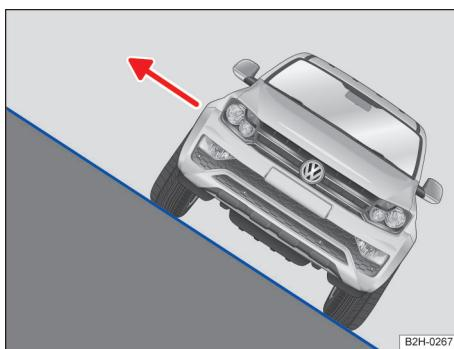

Fig. 110 Representação esquemática: desembarcar do lado do veículo voltado para cima da ladeira.
- Se o veículo parar com uma grande inclinação lateral na ladeira, uma pessoa jamais deve desembarcar do veículo pelas portas que estão voltadas ladeira abaixo. Isso podeoccasionar um deslocamento lateral do centro de gravidade total. O veículo pode tombar ou capotar e rolar ladeira abaixo. Para evitar isso, abandonar o veículo cuidadosamente somente pelo lado que indica ladeira acima → Fig. 110.